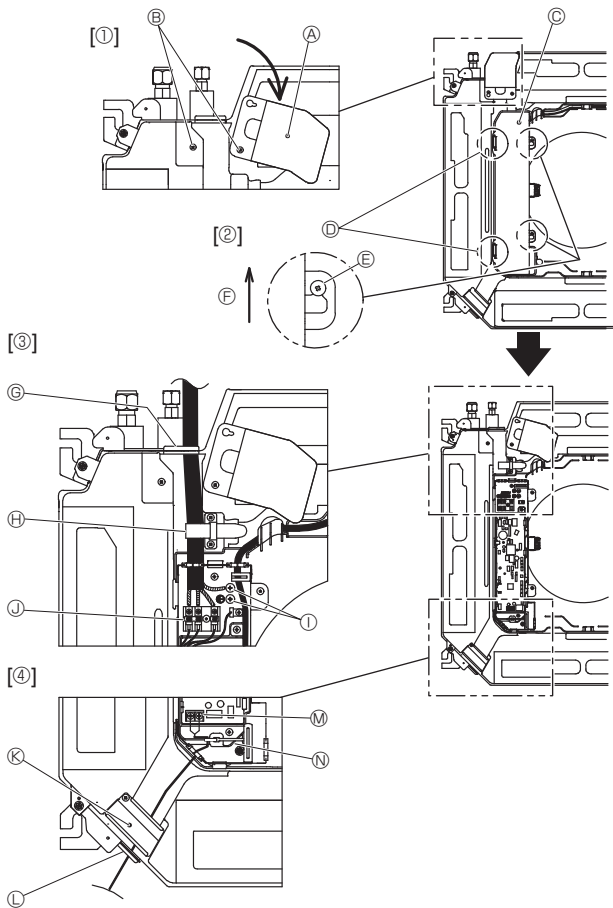
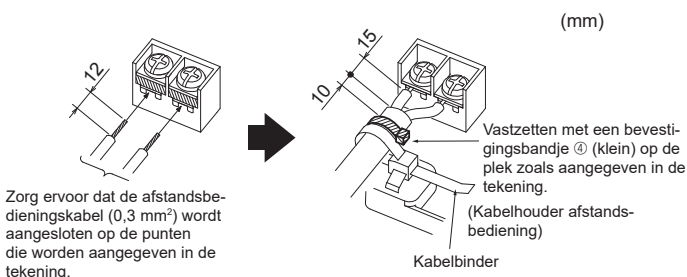

Fig. 6-1
Fig. 6-3
6.1. Binnenapparaat (Fig. 6-1)
- Maak de twee schroeven los waarmee het servicepaneel voor elektrische aansluiting vastzit en draai vervolgens het servicepaneel voor elektrische aansluiting. [Fig. 6-1 ①]
- Verwijder de twee schroeven waarmee de afdekking van de elektrische contactdoos vastzit en schuif de afdekking van de elektrische contactdoos opzij. [Fig. 6-1 ②]
- Haal de elektriciteitskabel, de verbindingkabel tussen het binnen-/buitenapparaat en de aardleiding door de respectieve bedradingsingangen volgens het schema. [Fig. 6-1 ③]
Zie Fig. 6-3 t/m 6-6 als u geen ronde krimconnectoren kunt gebruiken. Raadpleeg 6.1.1. en 6.1.2. voor informatie over de aansluiting.
- Leid en verbind de afstandsbedieningskabel via de bedradingsingangen volgens het schema. [Fig. 6-1 ④, Fig. 6-3]